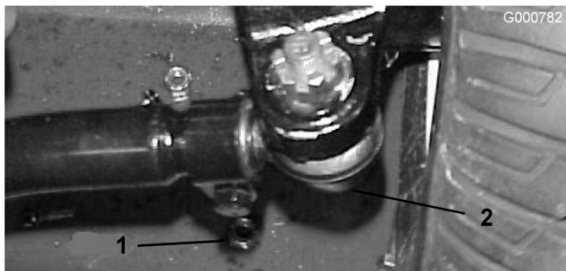

Bild 70
2. Entfernen Sie den Splint und die Mutter von einem der Spurstangen-Kugelgelenke. Entfernen Sie das Spurstangen-Kugelgelenk vom Achsständer (Bild 70).
3. Lockern Sie die Klemmen an beiden Enden der Spurstangen (Bild 70).